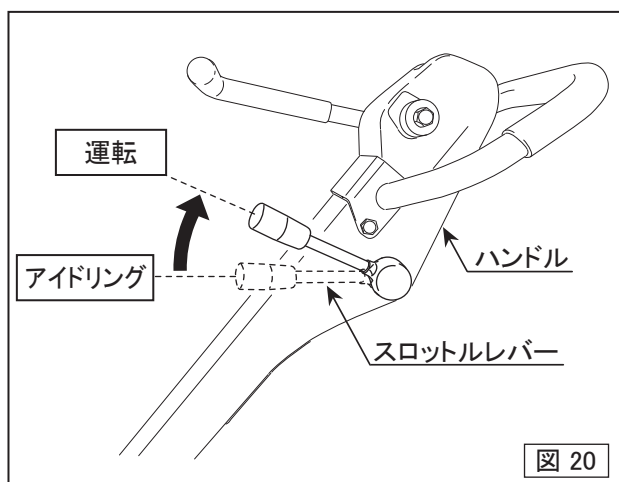

図 20
1. スロットルレバーを開くと(運転位置)本機が作動を始めます。スロットルレバーは勢いよく開いてください。ゆっくり操作しますとクラッチがスリップを起こして、動作不良や故障の原因となります。(図20)